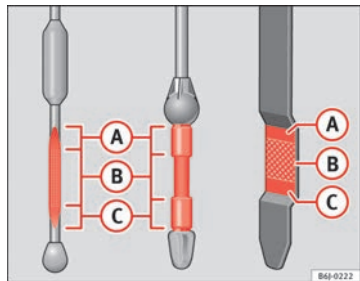

Fig. 113 Jauge d'huile moteur
- Puis retirez-la à nouveau et vérifiez le niveau d'huile → fig. 113. Faites l'appoint d'huile moteur si nécessaire.